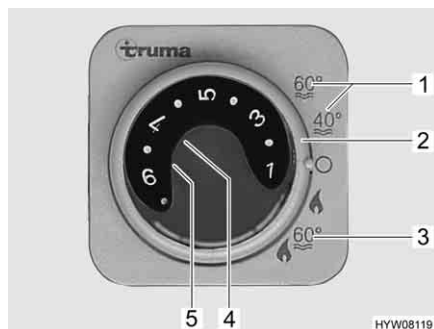

Fig. 90 Centralina di controllo per riscaldamento/boiler
Il boiler è integrato nel riscaldamento e funziona a gas (funzionamento a gas) o a gas o a corrente (funzionamento a gas e funzionamento elettrico a 230 V). Il boiler si accende dalla centralina di controllo (Fig. 90) con l'interruttore girevole (Fig. 90,2). Sul selettore di energia (Fig. 92) viene preselezionato il tipo di energia (funzionamento a gas e elettrico a 230 V).
Durante il funzionamento invernale "Riscaldamento e boiler" (Fig. 90,3), accendendo il riscaldamento è riscaldata automaticamente anche l'acqua nel boiler. Quando il riscaldamento si spegne al raggiungimento della temperatura ambiente desiderata, il boiler continua a riscaldare l'acqua, fino a quando questa raggiunge la temperatura impostata.
Durante il funzionamento estivo (Fig. 90,1) l'acqua è riscaldata soltanto nel boiler fino a 40 °C o 60 °C. L'acqua si riscalda a 60 °C in ca. 25 minuti. La spia di controllo gialla (Fig. 90,5) si accende durante la fase di riscaldamento del boiler.
L'alimentazione di tensione per il boiler non può essere interrotta interrompendo l'alimentazione a 12 V sul pannello di controllo. A seconda del modello, in caso di guasto si accende la spia rossa di controllo (Fig. 90,4) sulla centralina di controllo (vedi capitolo 14).
- Sulla centralina di controllo (Fig. 90) posizionare l'interruttore girevole (Fig. 90,2) su "Funzionamento estivo" (Fig. 90,1).
La spia gialla di controllo (Fig. 90,5) si accende durante la fase di riscaldamento. Al raggiungimento della temperatura dell'acqua desiderata, la fase di riscaldamento termina e la spia gialla di controllo si spegne.
- Sulla centralina di controllo (Fig. 90) posizionare l'interruttore girevole (Fig. 90,2) su "O".
La combinazione funzionamento a gas e funzionamento elettrico a 230 V diminuisce il tempo di riscaldamento del boiler (è possibile solo se il boiler viene impostato sulla centralina di controllo (Fig. 90) su funzionamento invernale).